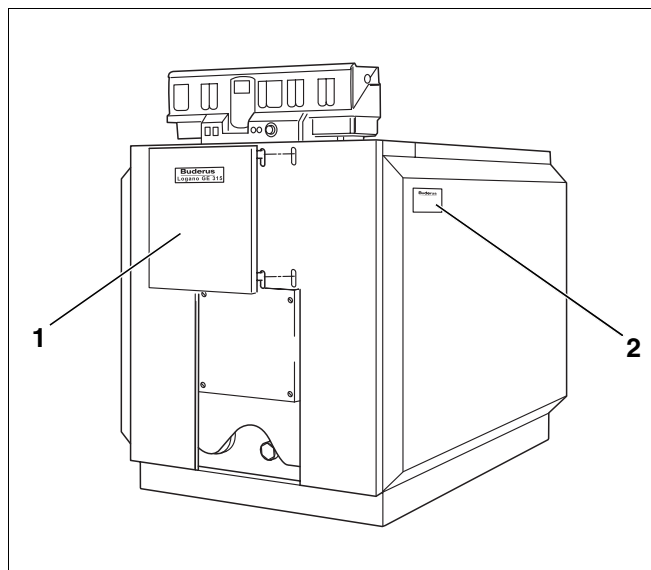

Fig. 42 Montasje av brennerdørens panel
- Heng brennerdørens panel inn i åpningene i forveggen (fig. 42, **pos. 1**).
- Klistre typeskiltet (fig. 42, **pos. 2**) på den høyre eller venstre sideveggen, alt etter forholdene på installasjonsstedet.